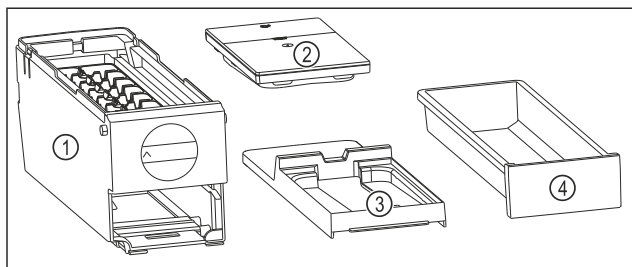

Fig. 87 Součásti EasyTwist-Ice
- ▷ EasyTwist-Ice je rozebrán na čtyři části. (viz Fig. 87)
- ▶ EasyTwist-Ice rozebírejte pouze na zobrazené součásti. (viz Fig. 87)
- ▶ Korpus EasyTwist-Ice Fig. 87 (1) vyčistěte jako celek.